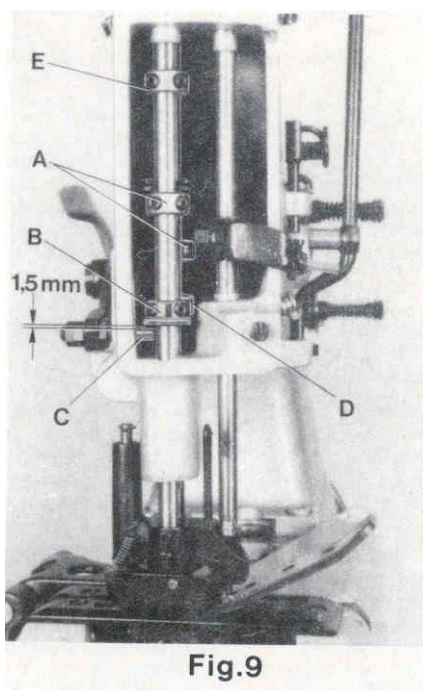
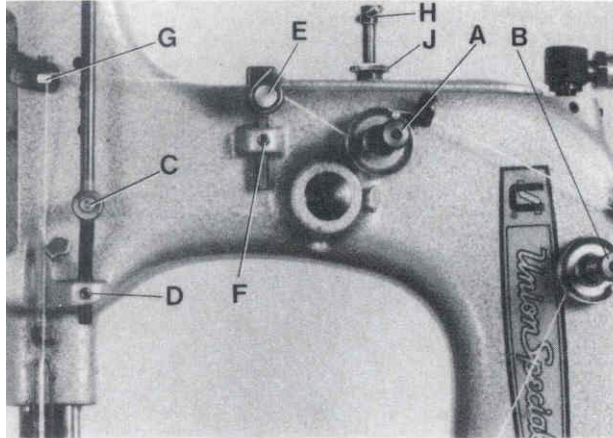
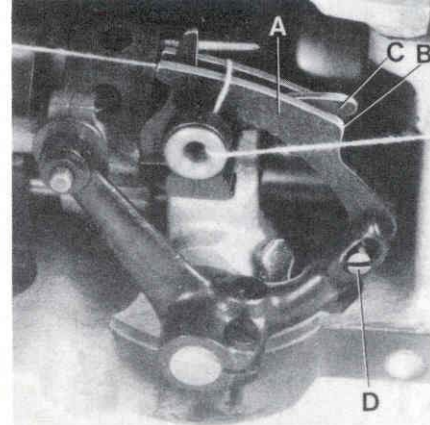

Fig.9
Fig.10
Fig.11
Rotate the pulley until the feed dog is below the throat plate. Remove the face cover left on machine arm and turn out the T-screw (H, Fig. 10) on the top of the machine arm, until it does not exert any pressure on the leaf springs. In this position, the pressure exerted on the presser foot, should be just strong enough to keep it flat on the throat plate. By relocating the collars (A, Fig. 9), which serve as a leaf spring rest, on the left and right presser bar, the pressure can be changed. Raising the collars increases the pressure, lowering the collars decreases the pressure.
Set the presser bar lifter collar (B, Fig. 9) on the left presser bar so, that there is a distance of approx. 1.5 mm (1/16 in.) between lifter lever stud (C) and lower surface of the lifter collar (B), when the presser foot rests on the throat plate (see Fig. 9). Set the collar (D) on the right presser bar close to the fork of the presser bar lifter collar (B) on the left presser bar.
The presser foot lift is limited with the upper stop collar (E, Fig. 9) on the left presser bar. When the needle is in its lowest position and the presser foot is lifted with presser foot bottom tilted up, the needle bar respectively needle clamp nut should not contact the presser foot bottom. Set collar (E) accordingly.
Now turn in T-screw (H, Fig. 10) until the necessary presser foot pressure for proper feeding is exerted (determine with sewing tests). Secure this setting with the knurled nut (J), which simultaneously fastens the upper arm cover. Remount the face cover.
The tension (A, Fig. 10) on the needle thread should be fairly strong to produce uniform stitches. On the two thread double locked stitch styles the tension (B) on the looper thread should be barely sufficient to steady it.
Gire el volante hasta que los dientes del transportador se encuentren debajo de la placa de la aguja. Remueva la tapa frontal en el brazo y afloje el tornillo (H, Fig. 10) en la parte superior de la maquina hasta que no haya mas presión en las ballestas. En esta posición la presión al pie es solamente para mantenerlo plano en la placa de la aguja. Moviendo los anillos (A, Fig. 9), que sirven como soporte para las ballestas, en la barra de presión izquierda y derecha, se puede modificar la presión. Subiendo los anillos aumenta la presión, bajando los anillos disminuye la presión.
Coloque el anillo (B, Fig. 9) para levantar la barra de presión en la barra izquierda en tal manera para que haya una distancia de aprox. 1.5 mm (1/16") entre el perno levantador (C) y la superficie inferior del anillo (B), cuando el pie reposa en la placa de aguja (vea Fig. 11). Coloque el anillo (D) en la barra derecha cerca a la horquilla del anillo (C) para levantar la barra de presión de la barra izquierda.
La altura del levantamiento del pie esta limitado por el anillo de parada (E, Fig. 9) en la barra de presión izquierda. Cuando la aguja este en su posición mas baja y el pie este levantado e inclinado hacia arriba, la barra de la aguja o la tuerca que fija la guía no deberían tocar la parte inferior del pie. Coloque el anillo (E) adecuadamente.
Ahora ajuste el tornillo con forma de „T“ (H, Fig. 10), para conseguir la presión necesaria para una alimentación optima (determine esto con pruebas de costura). Asegure este ajuste con la tuerca (J), que al mismo tiempo fija la tapa superior del brazo. Coloque otra vez la tapa frontal.
El tensor (A, Fig. 10) del hilo de la aguja debería ser ajustado de tal manera que la tensión del hilo de la aguja produzca unas puntadas uniformes. En los estilos con costura de doble cadeneta de dos hilos, el tensor (B) debe ser ajustado apenas lo suficiente para mantener la costura.
On the two thread double locked stitch styles, the height of the looper thread take-up (A, Fig. 11) is set so, that the cast-off hook (C) forces the looper thread over the corner (B) of the looper thread take-up (A) at the time the point of the descending needle is flush with the lower edge at looper or projects up to 1 mm (.040") below the lower edge of looper. Draw the looper thread into the machine, rotate pulley in operating direction and note the position of the needle point to lower edge of looper at the time the cast-off (C) forces the looper thread over the corner (B).
For setting the looper thread take-up loosen screw (D, Fig. 11).
On the two thread double locked stitch styles 80800C, E, H and HA, the height of the needle thread take-up roller (C, Fig. 10) is set so that the needle thread on the downstroke of the needle just contacts the roll at the time the needle thread loop is released from the looper. Loosen screw (D) and set the needle thread take-up roller accordingly. Retighten screw (D).
On all styles the eyelet (E, Fig. 10) should be positioned so, that the needle thread runs nearly horizontal, parallel to cloth plate, between eyelet (G) on needle bar connection and eyelet (E) on machine arm, when the needle is in its upmost position. Eyelet (E) is secured by screw (F).
En las maquinas de costura de doble cadeneta de dos hilos, se ajusta la altura del alimentador del hilo del looper (A, Fig. 11) en tal manera que el gancho (C) del alimentador del hilo del looper suelte el hilo sobre el canto (B) del alimentador (A) en el momento cuando la punta de la aguja coincide con el borde inferior del looper o pase hasta 1 mm (.040") debajo el borde inferior del borde del looper. Enhebre el hilo del looper, gire el volante en sentido de operación y memorice la posición de la punta de la aguja referente al looper en el momento cuando el gancho del alimentador (C) suelte el hilo sobre el canto (B).
Para ajustar el alimentador del hilo del looper suelte el tornillo (D, Fig. 11). Si la punta de la aguja se encuentra por encima del borde inferior del looper, hay que ajustar el alimentador (A) hacia arriba. Si la punta de la aguja se encuentra más que 1 mm por debajo del borde inferior del looper, hay que bajar el alimentador (A) adecuadamente. Apriete el tornillo (D) otra vez.
En las maquinas de costura de doble cadeneta 80800C, E y HA, la altura del rodillo (C, Fig. 10) del alimentador del hilo de la aguja esta fijado de manera tal, que el hilo durante el movimiento de la aguja hacia abajo solamente toque el rodillo en el mismo momento cuando el looper suelte el lazo del hilo de la aguja. Suelte el tornillo (D) y ajuste el rodillo del alimentador del hilo de la aguja adecuadamente. Apriete el tornillo (D) otra vez.
En todos los estilos el ojete (E, Fig. 10) debería ser puesto para que el hilo de la aguja se mueva casi en forma horizontal, paralelamente a la tapa principal de la maquina, entre el ojete (G) en la conexión de la barra de la aguja y el ojete (E) en el brazo de la maquina, cuando la aguja se encuentre en su posición mas alta. Asegure el ojete (E) con el tornillo (F).